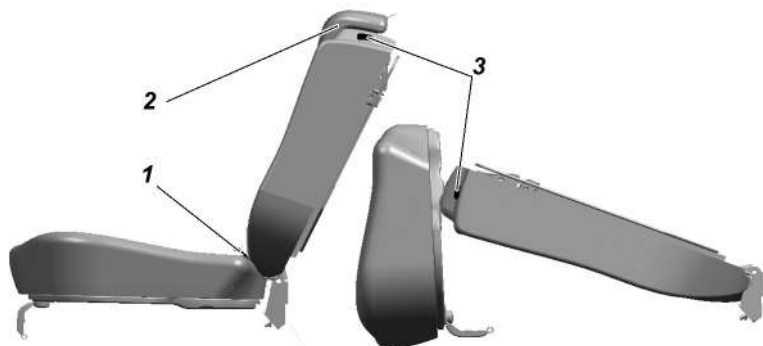

Рис. 3.38. Заднее трехместное сиденье:
Заднее трехместное сиденье (рис. 3.38) состоит из одноместной и двухместной подушки и одноместной и двухместной спинки.
- потяните за петлю 1 (рис. 3.38) и установите подушку в вертикальное положение;
- потяните за рычаг 3 по направлению движения автомобиля, освободив спинку, уложите ее, как показано на схеме, рис. 3.38;
- потяните за рычаг 3 (рис. 3.38) по направлению движения автомобиля освободив спинку;